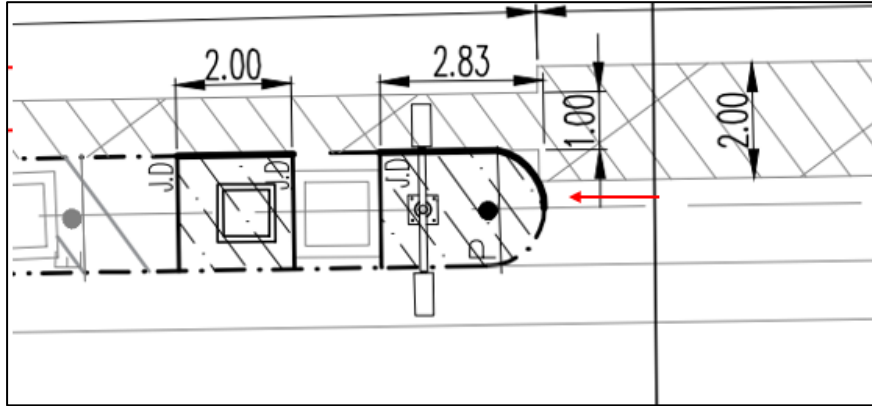

Figura 3
- 2.7. En el tramo 2, la planta de reposición de pavimentos contempla la reposición de solera en el sector indicado en la figura 3, lo cual no coincide con lo representado en la planta de demolición. En el caso de considerar la reposición de la solera hasta el eje de la mediana, considerar la reposición de la calzada en 1 m.